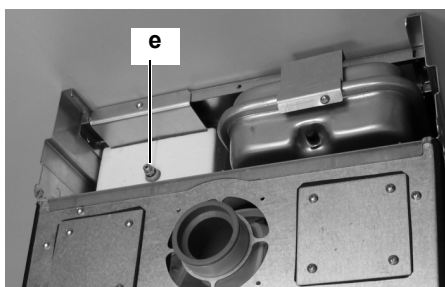

Figura 6.4 Sfiato scambiatore
- 8 Allentare il raccordo di sfiato mini accumulo **e** in **Figura 6.4** posto sul mini accumulo nella parte superiore della caldaia.
riscaldamento e richiudere il raccordo di sfiato mini accumulo e in **Figura 6.4** quando da quest'ultimo inizia ad uscire acqua.